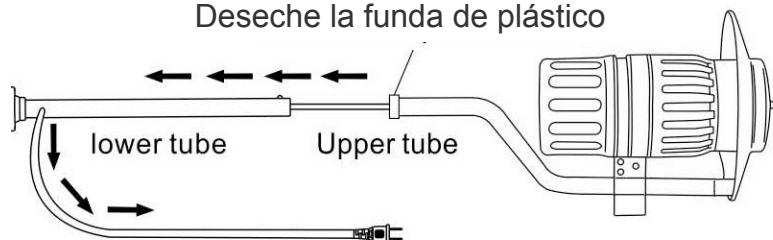

Figura 2
2. Inserte los tubos superiores e inferiores y presione la protuberancia de resorte para asegurar ambos tubos, tal como lo muestra la figura 2.